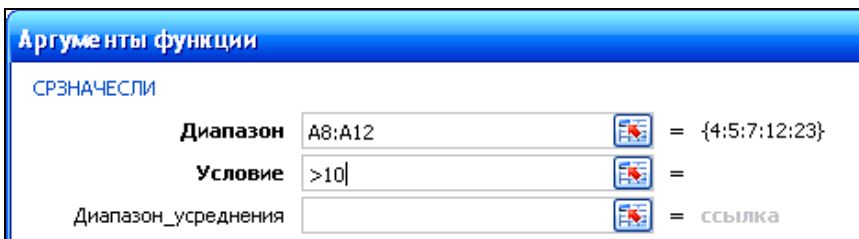

Рис. 3.5. Функция SRZНАЧЕСЛИ
**СРЗНАЧЕСЛИ (диапазон;условие)** возвращает среднее значение (среднее арифметическое) всех ячеек в диапазоне, которые удовлетворяют данному условию. Например, функция =СРЗНАЧЕСЛИ(A8:A12;">0") вычисляет среднее арифметическое всех положительных ячеек в диапазоне A8:A12 (рис. 3.5).